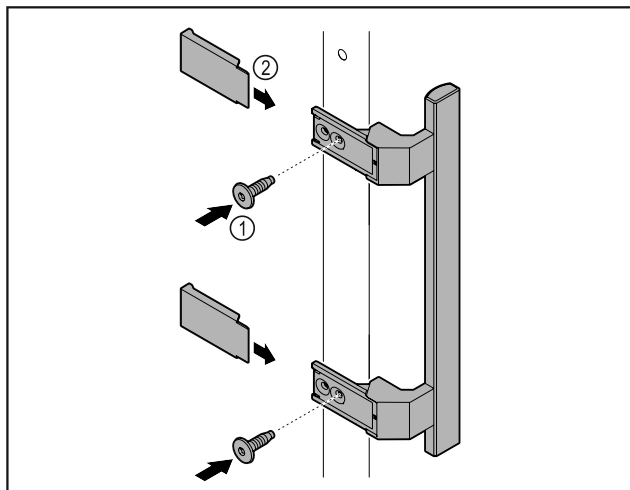

Fig. 8
- Griff aus dem Beipack mit den beiliegenden Schrauben Fig. 8 (1) an der Tür anbringen.
- Abdeckung Fig. 8 (2) aufsetzen.